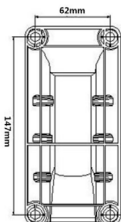

Fig.2
3. Applicare la staffa di montaggio come dima, contrassegnare la posizione di ciascuna e praticare quattro fori nella parete (Fig. 2).